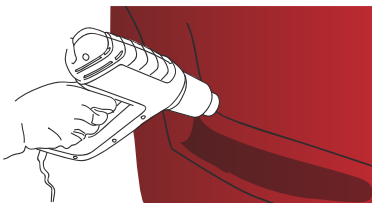

Figure 11
- › Nach Beendigung dieses Arbeitsschrittes sind alle Hohlbereiche, die stark verformt wurden, auf 80 °C bis 90 °C zu erhitzen, um den Memory-Effekt der Folie zu beseitigen. (Abb. 11)